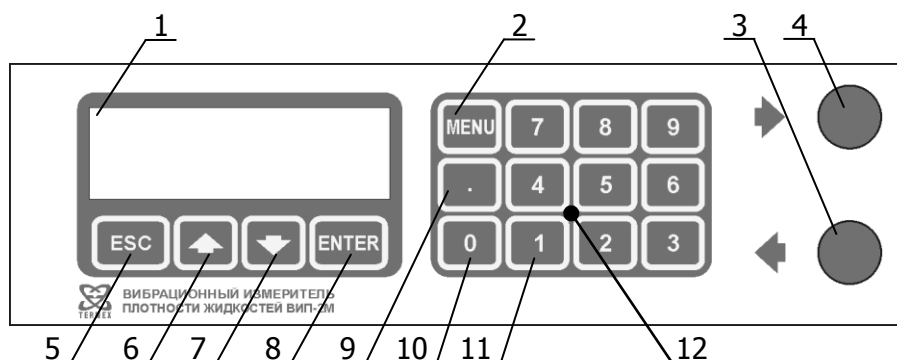

Рисунок 2 — Лицевая панель плотногомера
1.5.2 На лицевой панели плотногомера расположены (рисунок 2):